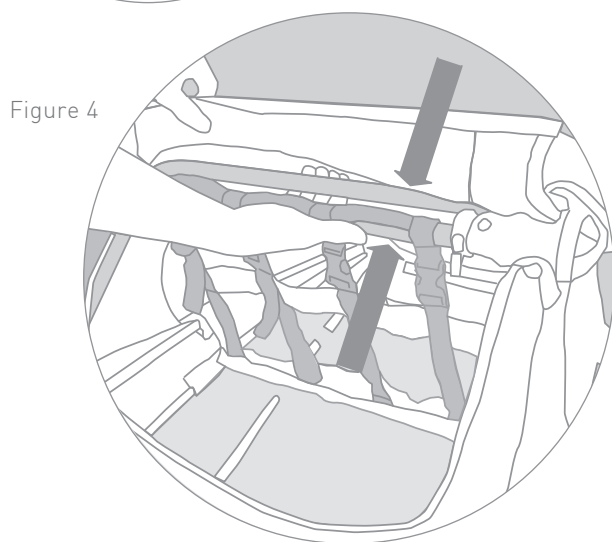

Figure 4
3. Squeeze frame tubes together to click securely in place (Figure 4).
2. Under cover (Figure 4), lift left and right red latches to release frame tubes.
3. Drücken Sie die Rahmenrohre zusammen, bis diese fest einrasten (Abbildung 4).
2. Heben Sie unterhalb der Abdeckung (Abbildung 4) die linke und rechte rote Lasche an, um die Rahmenrohre zu entriegeln.
3. Appuyez sur les tubes du cadre ensemble jusqu'à ce que vous entendiez un clic (Figure 4).
2. Sous le toit (Figure 4), levez les verrous rouges gauche et droit pour libérer les tubes du cadre.